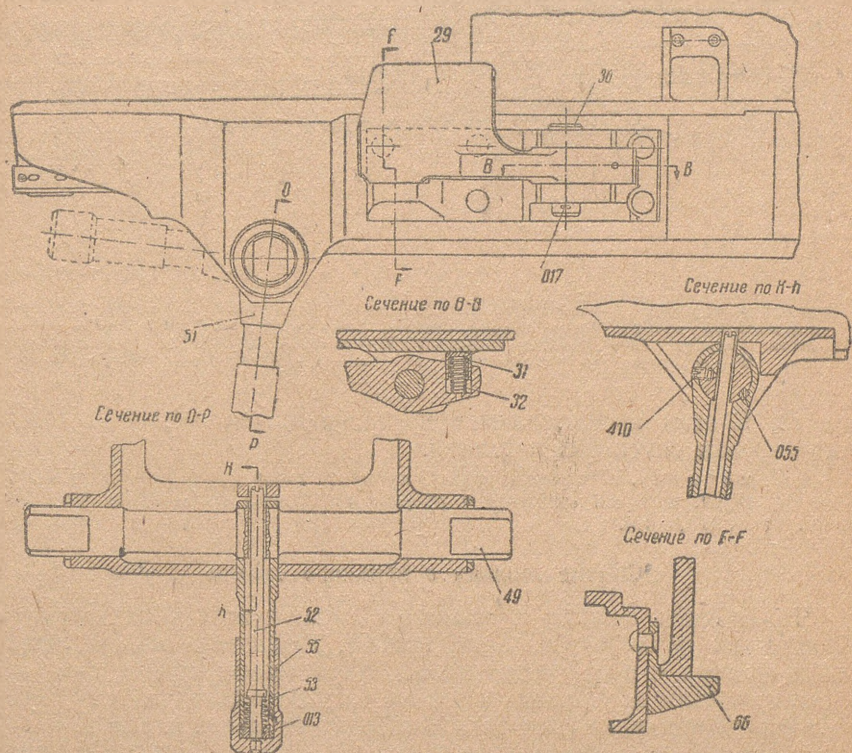

Рис. 27. Люлька со стопором крепления качающейся части по-походному (сб. 09):
9. Разобрать копирное устройство полуавтоматики (рис. 27), для чего:
На валик надета на шпонке рукоятка 51 (рис. 27), закрепленная винтом. Через рукоятку проходит стержень 52, который слу-